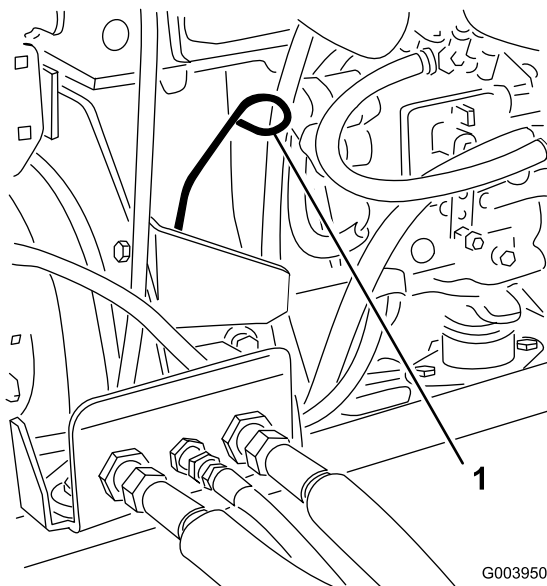

Figura 28
3. Togliete l'asta di livello, asciugatela e reinsertitela (Figura 28).